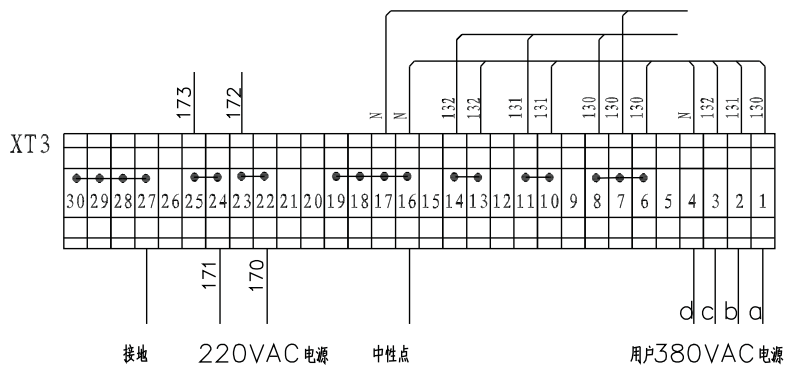

图5.7 XT3接线端子
- XT3接220V交流控制电源，导轨安装方式如图5.7所示。